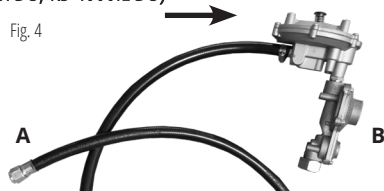

Fig. 4
3. Conectați furtunul de conectare la gaz la ieșirea GPL de pe panoul generatorului (partea A se conectează la ieșirea GPL de pe panoul generatorului, Fig. 4.).
reductorul la butelia de gaz (partea B este conectată la butelie, Fig. 4).
6. Apăsați de 2-3 ori supapa de reducere a presiunii de pe reductor (vezi Fig. 4).